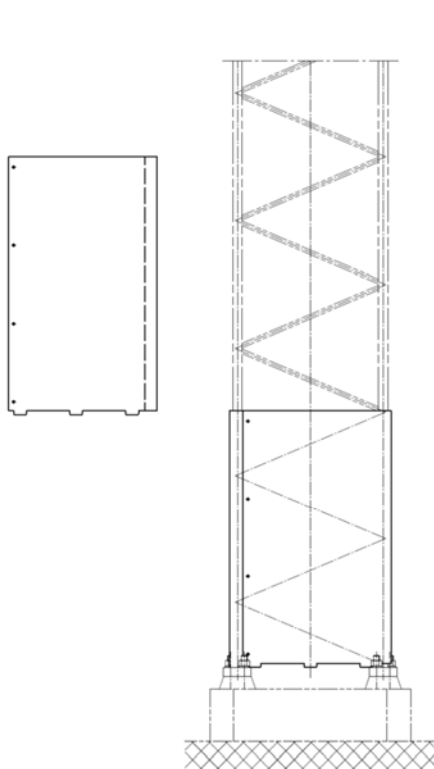
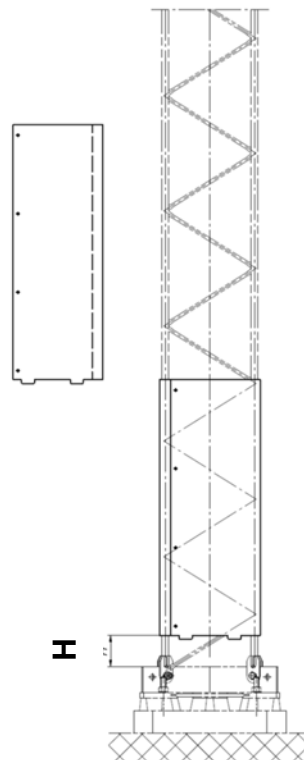

Bild 1 (560, 690, 890, 1160)
Bild 2 (340,450)
1. Plåtarna placeras runt sektionen med tappnen nedåt, stående på fotplattorna. (Se bild 1). På sektion 340 och 450 monteras plåtarna på H=120 mm resp. H=115 mm över fotplattan. (Se bild 2).